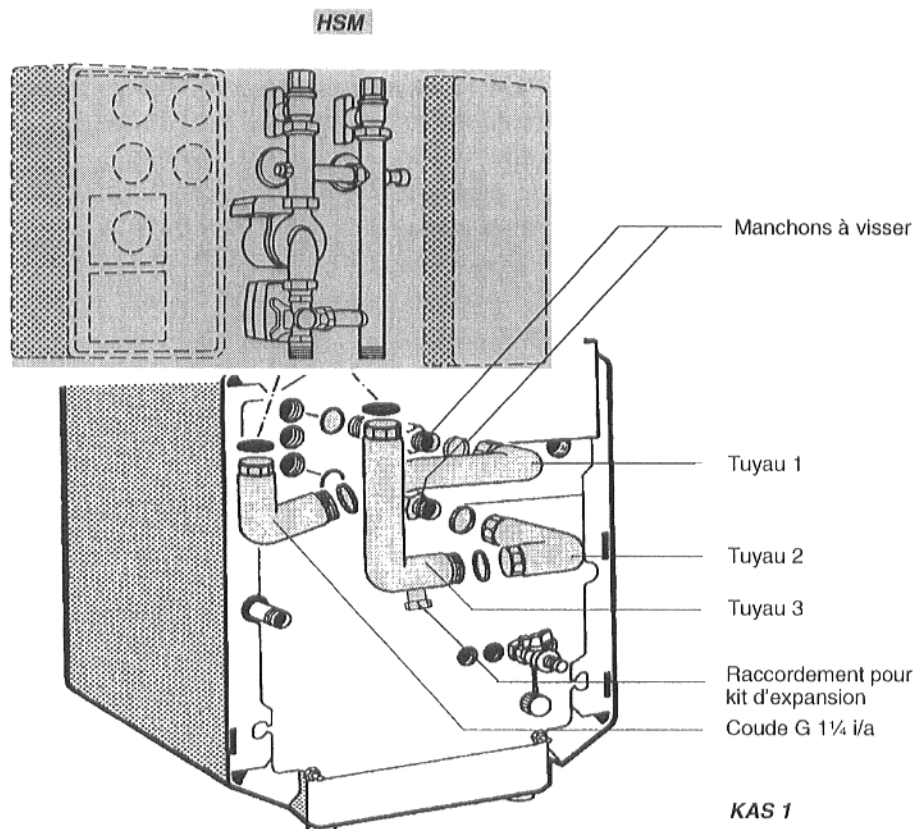

Fig. 5 Montage à droite KAS 1
- Visser les manchons à visser avec le joint torique incorporé dans les tuyaux départ et retour de la chaudière (Fig. 5).
- Visser le tuyau 1 sur le manchon à visser dans le départ chaudière (Fig. 5).
- Visser le coude G 1 1/4 i/a sur le tuyau 1 selon Fig. 5.
- Visser le tuyau 2 avec le côté long sur les manchons à visser dans le retour chaudière (Fig. 5).
- Visser le tuyau 3 (G 1 1/4, i/a ; avec raccordement pour kit d'expansion) sur le tuyau 2 selon Fig. 5.
- Placer le kit circuit de chauffage avec ou sans vanne mélangeuse sur les groupes de tuyaux et le visser (Fig. 5).